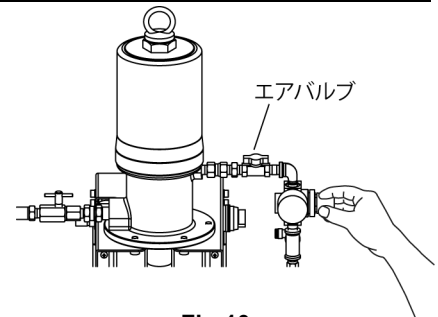

Fig.10
- エアバルブを開き、ポンプ供給用レギュレーターのツマミを徐々に、右（時計方向）に回していきますと、エア圧 0.2 MPa 位でポンプが作動します。ポンプはしばらく作動し、ポンプ・ホース内にグリースが充満して停止します。(Fig.10)